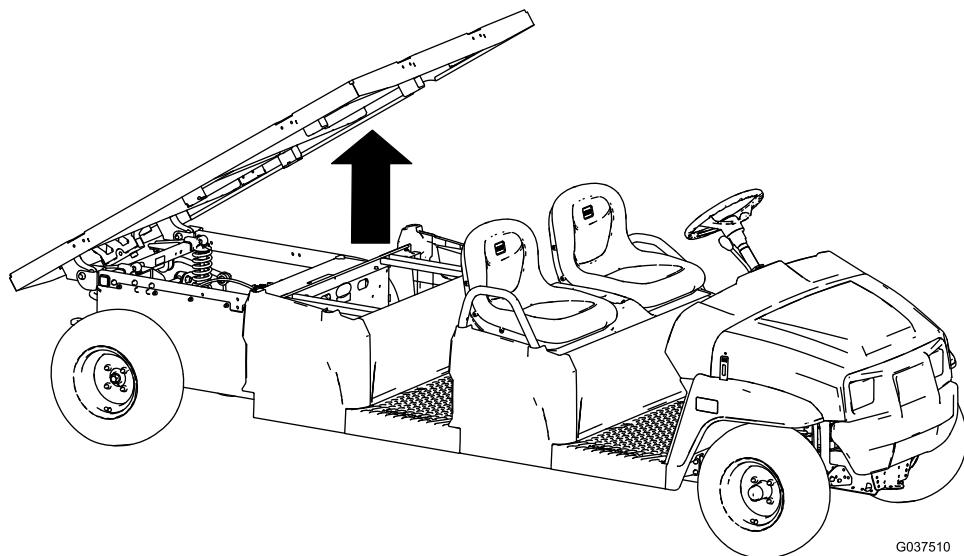

Figura 1
**Importante:** Al instalar el Kit de elevación eléctrica, utilice una grúa o un polipasto para elevar la plataforma de carga extendida (Figura 1).